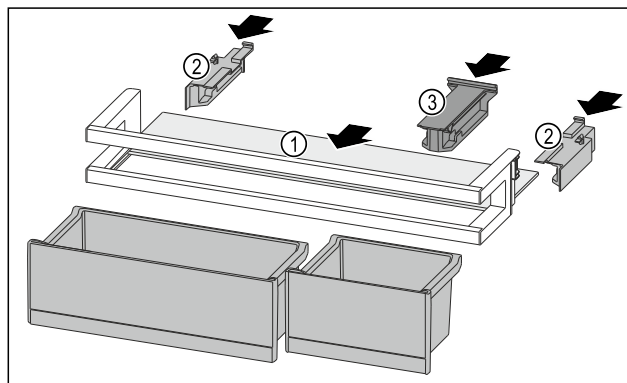

Fig. 261
- Umetnite policu Fig. 261 (1) u bočna udubljenja.
- Umetnite bočne dijelove Fig. 261 (2).
- Umetnite pridržni dio Fig. 261 (3).